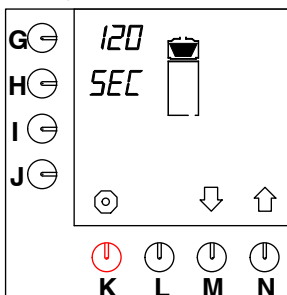

Fig. 36 Droptid
- Tryck på valtangenten (N.)↑ tills fig. 36 visas på displayen.